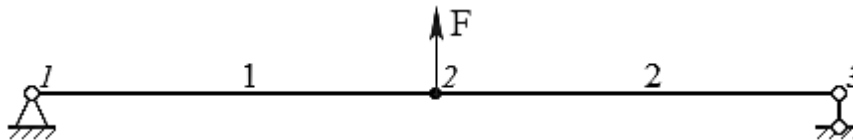

Рис. 6.9 – Схема балки к заданию 2
2. Дана балка с шарнирно-неподвижной и шарнирно-подвижной опорами (см. рис. 6.9). К балке приложена сосредоточенная сила  $F = 4$ , кН, направленная перпендикулярно к продольной оси балки. Длины участков балки:  $l_{12} = l_{23} = 3$  м. Определить числовые значения реакций, возникающих в шарнирных опорах. Построить эпюры внутренних силовых факторов – поперечной силы и изгибающего момента.
5. Какой вид будут иметь эпюры поперечных сил и изгибающих моментов при решении задачи по рис. 6.9?